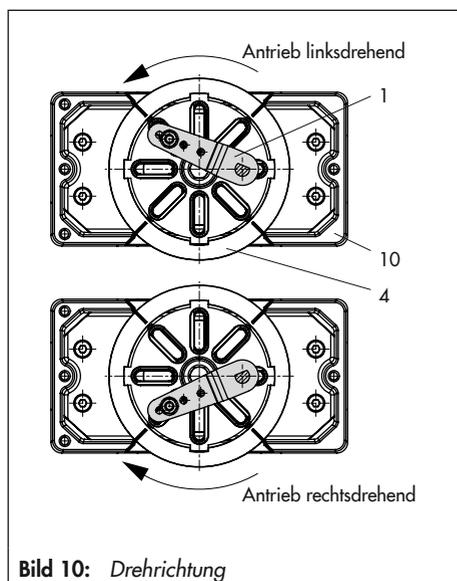

Bild 10: Drehrichtung
4. Kupplung (4) auf die geschlitzte Antriebswelle bzw. den Adapter (3) aufstecken und mit Schraube (4.1) und Tellerfeder (4.2) festschrauben.
5. Am Hebel M (1) des Stellungsreglers den Standard-Abtaststift (2) herausschrauben. Den Abtaststift (Ø5) aus dem Anbausatz an Stiftposition 90° verschrauben.
6. Ggf. Manometerhalter (7) mit Manometern oder bei erforderlichen Anschlussgewinde G ¼ die Anschlussplatte (6) montieren, auf richtigen Sitz der beiden Dichtringe (6.1) achten. Bei doppelwirkenden federlosen Schwenkantrieben wird ein Umkehrverstärker für den Anbau am Antrieb benötigt, vgl. Kapitel 5.8.
8. Stellungsregler auf das Gehäuse (10) setzen und festschrauben. Dabei den Hebel (1) so ausrichten, dass er unter Berücksichtigung der Drehrichtung des Antriebs mit seinem Abtaststift in den entsprechenden Schlitz eingreift (Bild 10).